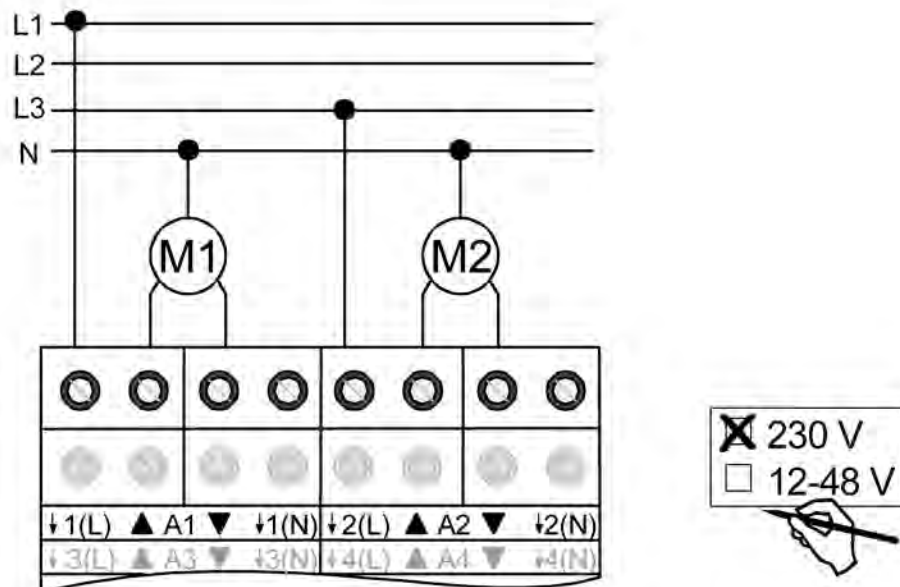

Bild 4: Elektrischer Anschluss für 230 V-Antriebsmotoren
- Antriebsmotoren gemäß Anschluss-Beispiel anschließen (siehe Bild 4).
- i** In der beschriebenen Anschlussart (siehe Bild 4) ist es nicht unbedingt erforderlich, den N-Leiter an den Jalousieaktor anzuschließen. Wenn jedoch Antriebsmotoren mit hochohmigen Fahrtrichtungseingängen (z. B. Antriebe mit elektronischen Endlagenschaltern) angeschlossen werden, ist es erforderlich, auch den N-Leiter an die entsprechende Klemme des Jalousieaktors aufzulegen. Hierzu sind die Angaben der Antriebshersteller zu beachten. Wenn der N-Leiter angeschlossen ist und der betroffene Ausgang durch Nachtriggern längere Zeit ohne Unterbrechung bestromt wird, kann dies zur unzulässigen Erwärmung des Jalousieaktors führen. Maximale Einschaltdauer (ED) beachten (vgl. "Technische Daten").